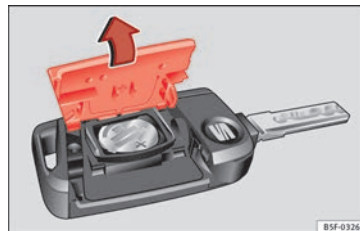

Fig. 127 Chiave del veicolo: aprire il coperchio del vano della batteria.
- Togliere il coperchio della parte posteriore della chiave del veicolo » fig. 127 nella direzione indicata dalla freccia » ❶.
- Collocare il coperchio come illustrato » fig. 127 e inserirlo nel vano batteria nella direzione contraria a quella indicata dalla freccia.
❶ ATTENZIONE